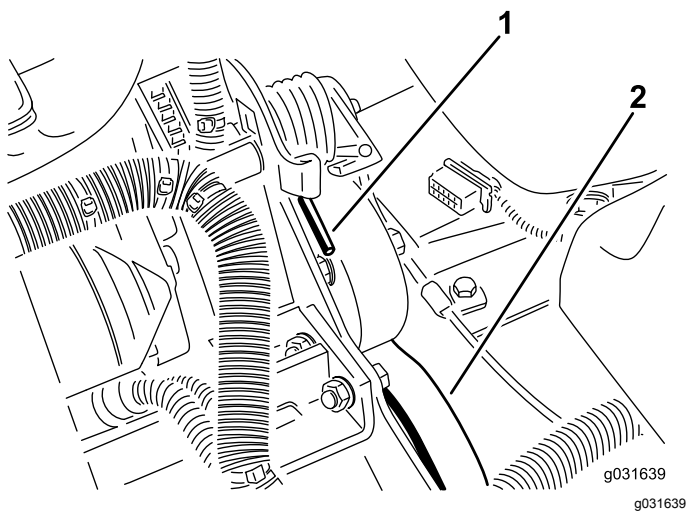

Figura 60
2. Empuje hacia adelante y hacia abajo sobre el extremo del muelle para desengancharlo del soporte y liberar la tensión (Figura 60).